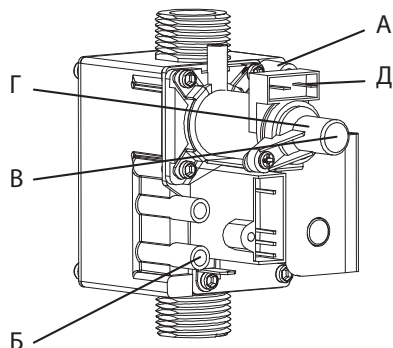

рис.22
- открутите винт на штуцере (Б, рис. 22) и присоедините к штуцере (Б) манометр;
- открутите винт на штуцере (А) (рис. 22) и присоедините к штуцере (А) манометр;
- отсоедините манометр и закрутите винт на штуцере (А) (рис. 22).